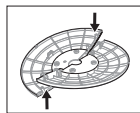

рис. 2
- Пропустите шнур питания в отверстие половинок основания (1).
- Совместите половинки основания (1) и соедините их до срабатывания фиксаторов (рис.2).